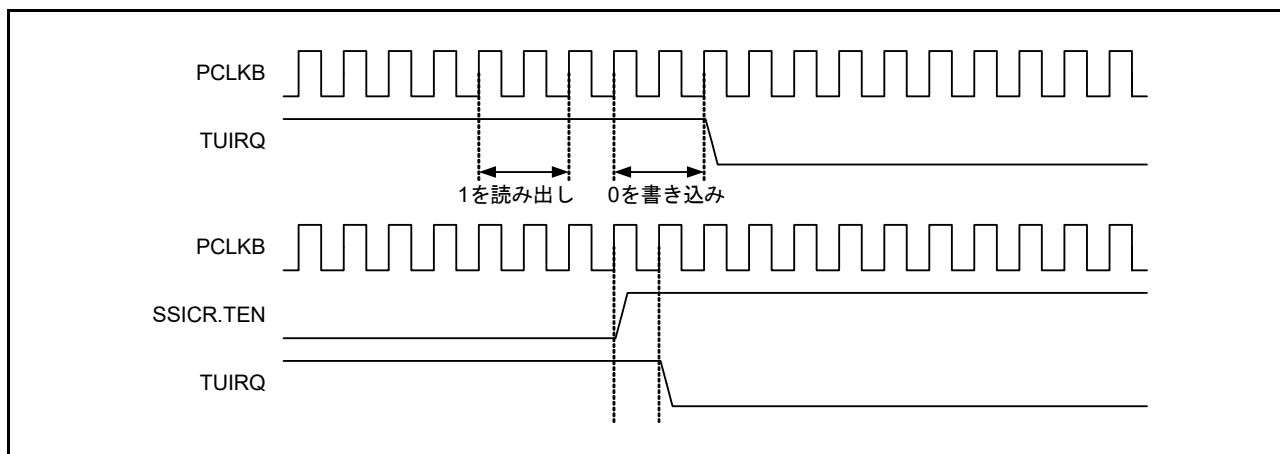

図 41.19 TUIRQ クリアタイミング
1. 本ビットから 1 を読み出した後に、0 を書き込んだとき（図 41.19 に示すタイミングと同じ）
1. 本ビットから 1 を読み出した後に、0 を書き込んだとき (図 41.19 に示すタイミングと同じ)
- (1) 本ビットから 1 を読み出した後に、0 を書き込んだとき (図 41.19 に示すタイミングと同じ)
- (2) SSICR.TEN に 1 を書き込んでから PCLKB の 1 サイクルが経過したとき (注 3)